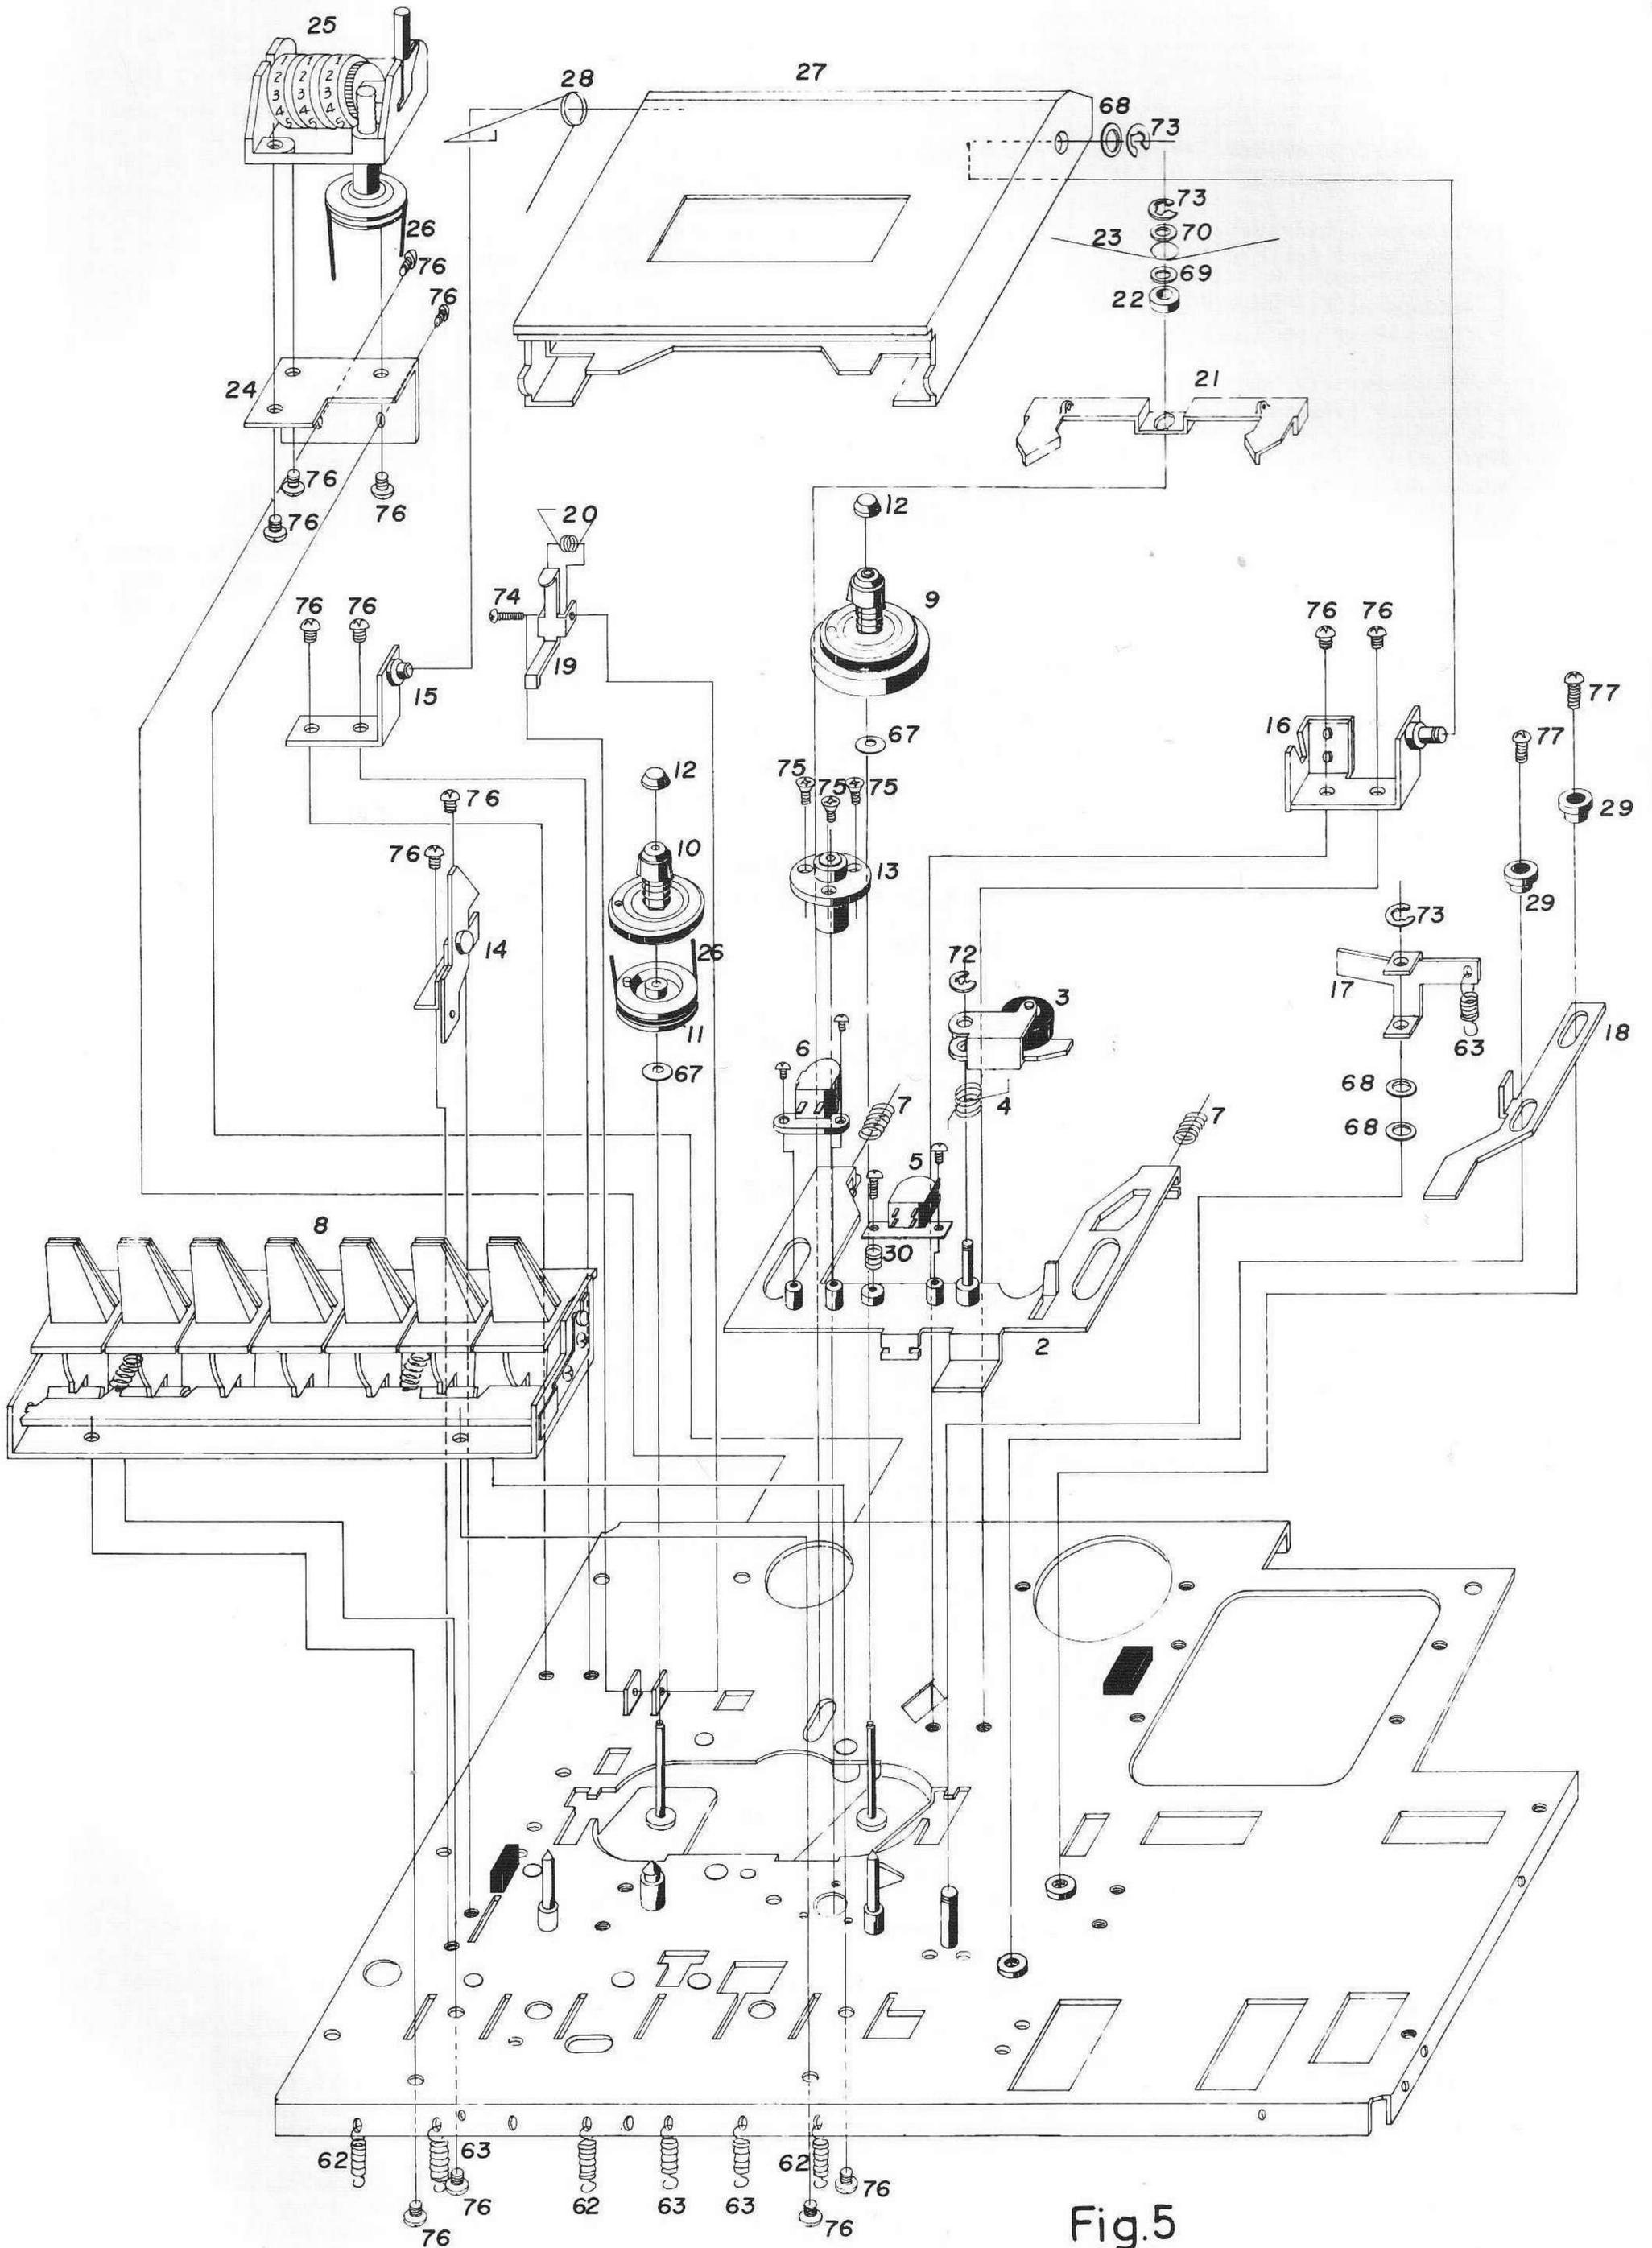

Fig.5
Mekaniska justeringar - se sprängritningar fig 5, 6
Ställ in kassetten i bandspelaren och justera höjden av hållare 16 fig 5 så att den kommer i bästa läge. Höjden kan justeras med två skruvar på hållarens (16) baksida.